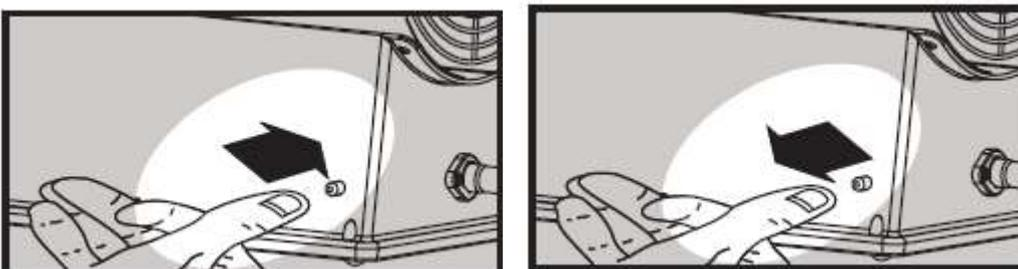

Рис.5
- с. При появлении пламени удерживать кнопку клапана подачи газа нажатой около 20 секунд. Если нагреватель прекратит работать, когда кнопка клапана подачи газа будет отпущена, подождать одну минуту и повторить операцию запуска, удерживая кнопку клапана более продолжительное время. (Рис.5)
- Установить выключатель вентилятора в положение «I»(Рис.5).